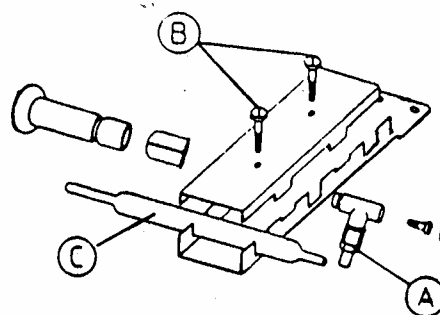

Fig. 9
a) desserrez le vis (B) qu'unissent le thermocouple (C) à l'ensemble du brûleur d'allumage (Fig.9)
a) Desserrez le raccord (A) du tuyau du brûleur d'allumage (Fig.9).
b) Desserrez les vis (B) qui unissent le thermocouple et l'ensemble du brûleur d'allumage (Fig.9).